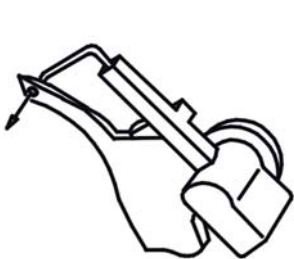

Fig. 4a
L'élément du boucleur supérieur est nécessaire pour certains types de point. Les cas où il est requis sont indiqués au niveau des différents types de point. Insérez le petit fil par l'arrière dans l'œillet du boucleur supérieur ❶❶ et le boulon en plastique à l'autre extrémité par l'avant dans le trou du boucleur supérieur ❶❶ (Fig. 4a).